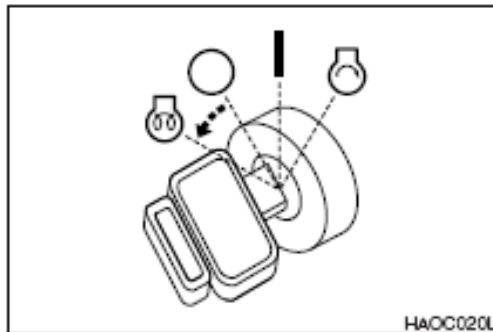
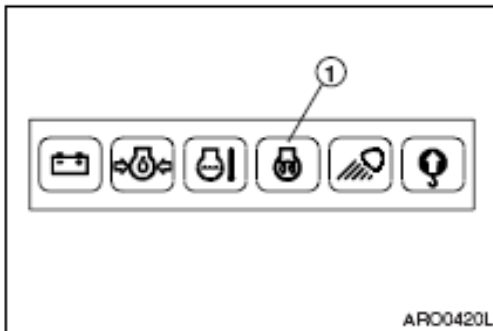

Figura 8
Figura 9
4. Gire la llave de contacto a "  " - "PRECALENTAMIENTO" (Figura 8). Manténgala en esta posición aprox. 19 segundos. Cuando haya terminado el ciclo de precalentamiento, se encenderá el indicador de fin del precalentamiento (1, Figura 9).